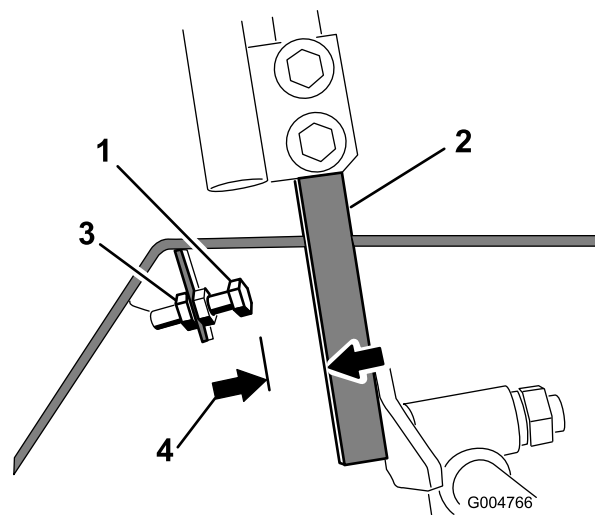

Figura 63
4. Afloje la contratuerca del perno de tope de una de las palancas de control (Figura 63).